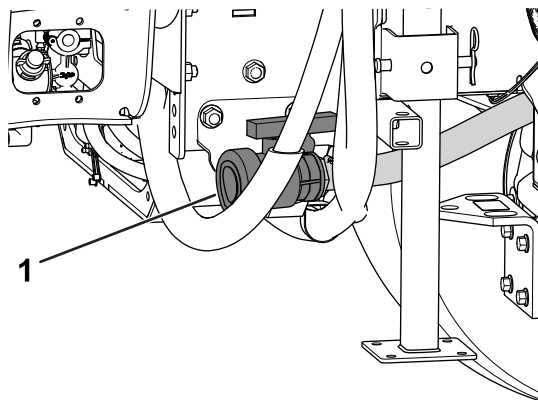

Figura 92
2. Localizați supapa de golire a rezervorului de pe partea dreaptă a mainii (Figura 92).